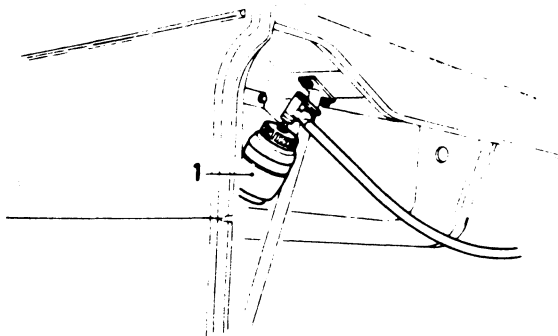

Fig. 8
3. Sluit het ontluchttingsapparaat aan op het vloeistofreservoir (1) en zet het systeem onder druk (fig. 8).